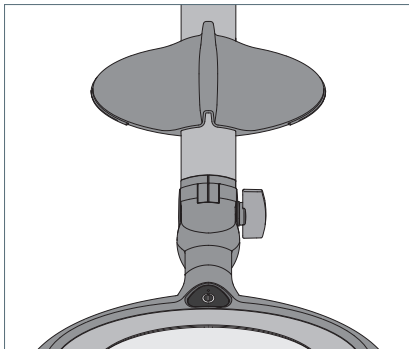

Fig. 4: Lupenabdeckung parken.
- Klemmen Sie die Lupenabdeckung an das Gestänge der Leuchte, siehe Fig. 4.